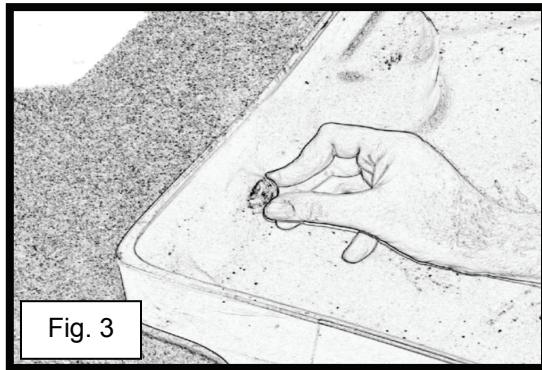

Fig. 3
- 3) Inserir a anilha de borracha no orifício perfurado (ver a fig. 3). Utilizar a ponta da chave de fendas e da espátula para “contornar” a anilha ao redor do orifício. Recobrir o orifício com a anilha em ambos os lados do centro de acumulação. Após instalar a anilha correctamente, a sua aparência deve ser como ilustrada na figura 4. Repetir a etapa três no centro de acumulação oposto.